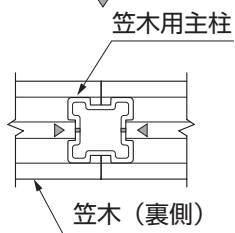

図7-1
- ① 笠木取付金具の取付け位置は、図7-1を参照して下孔をあけてください。